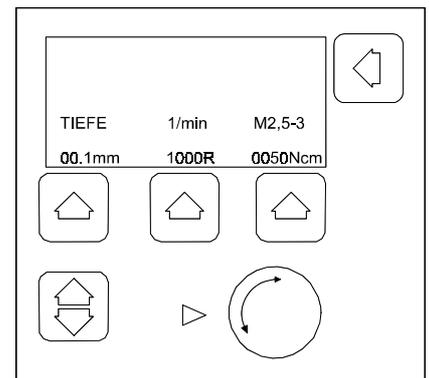

Bild 4-10 Arbeitsmenü
6. Im Arbeitsmenü (Bild 4-10) die Fertigungsdaten eingeben: